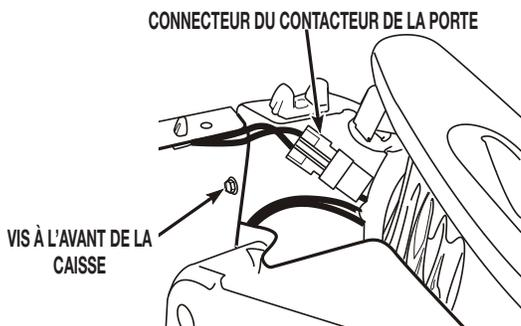

FIGURE 2
6. Ôter les deux (2) vis à tête hexagonale à l'avant de la caisse. Consulter la *Figure 2*.
7. Débrancher le connecteur du contacteur de la porte du connecteur du câblage. Consulter la *Figure 2*.